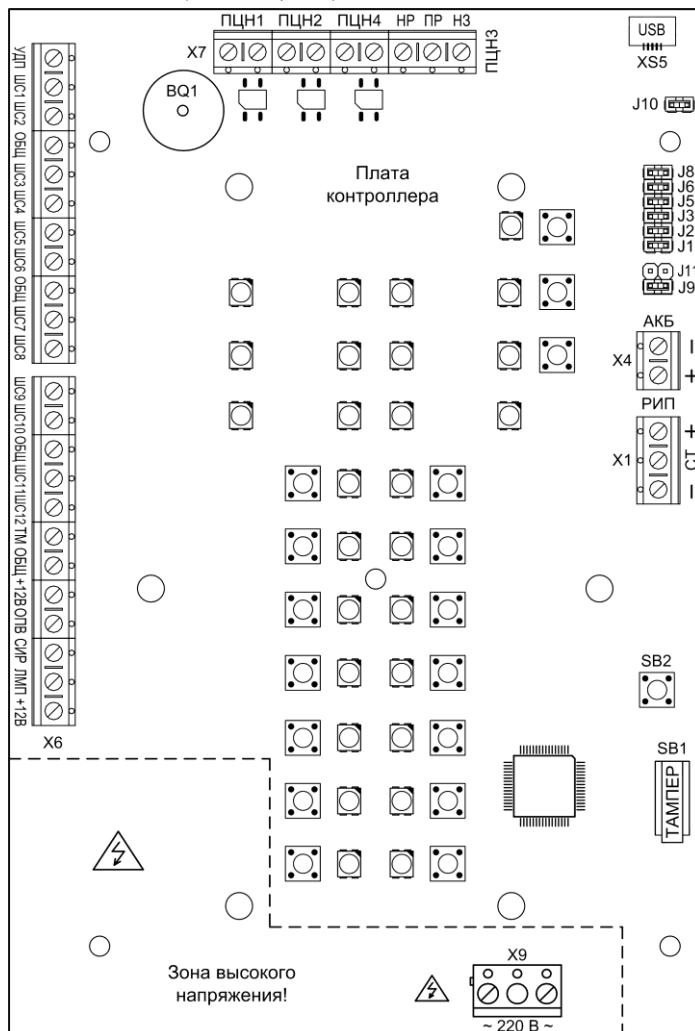

Рис.1 Внешний вид платы контроллера Гранит-12
ВНИМАНИЕ! На плате прибора присутствует зона высокого напряжения (см. рис.1). При использовании внешних устройств с рабочим напряжением 220 В контакты «НР», «ПР» и «НЗ» клеммника X7 (ПЧН3), также могут находиться под напряжением 220 В.
Прибор состоит из корпуса и съёмной крышки. В корпусе расположена плата контроллера (рис.1). На плате контроллера установлена панель индикации и управления (рис.2).
3.1 Плата контроллера (рис.1) интегрирована с источником питания. На плате контроллера расположены следующие элементы: